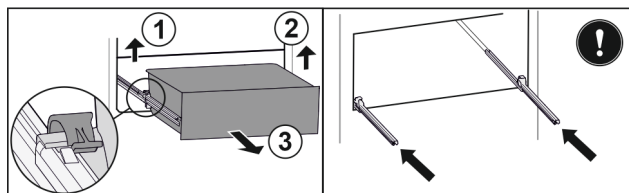

Fig. 224
- Zvedněte levou svorku a současně vytáhněte zásuvku vlevo dopředu. Fig. 224 (1)
- Zvedněte pravou svorku a současně vytáhněte zásuvku vpravo dopředu. Fig. 224 (2)
- Vyjměte zásuvku dopředu. Fig. 224 (3)